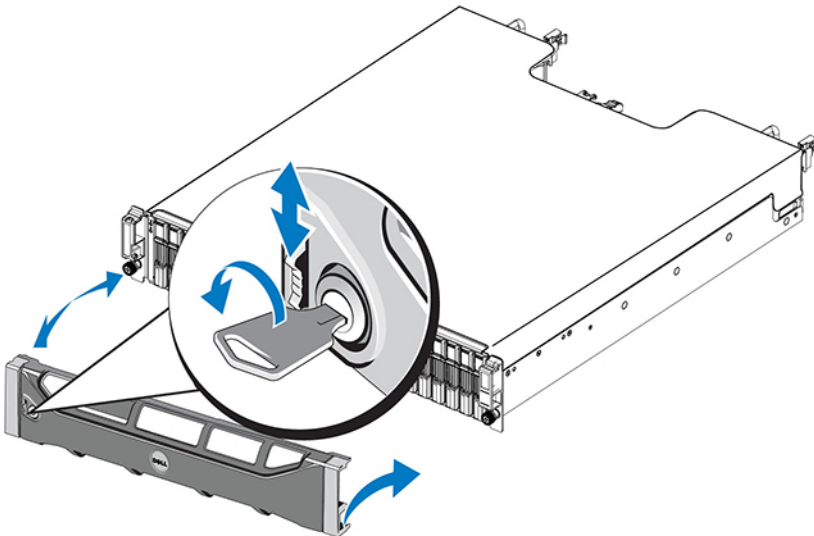

図5. ベゼルの取り付け
4. 同梱のキーを使用してベゼルのロックし、安全な場所にキーを保管します (図5を参照)。